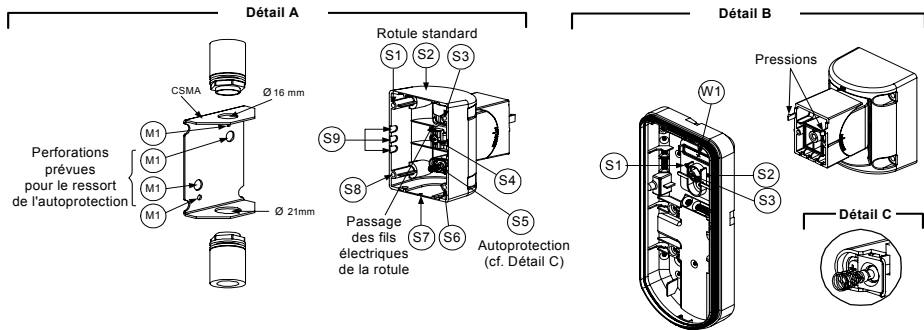

Figure 7
3. Percez les entrées pré-percées du socle externe (Figure 7, Détail B)
4. Retirez de la rotule la pastille requise pour son branchement électrique S2, S7 ou S9 (Figure 7, Détail A).
5. Retirez l'autoprotection arrière du socle interne (cf. § "Changement de position de l'Autoprotection arrière") et reliez-la au point S5 (Figure 7, Détail A) de la rotule standard.
- a. Introduisez les fils électriques externes à travers les pastilles pré-percées S2, S7 ou S9 et faites-les ressortir (y compris les fils de l'autoprotection) par le passage de la rotule prévu à cet effet (Figure 7, Détail B).
(à l'aide de l'adaptateur rotule métallique pour conduit - CSMA) (Figure 7, Détail A)
- Insérez les câbles externes et les fils électriques de l'autoprotection en partant du conduit et en passant par le passage de la rotule prévu à cet effet (Figure 7, Détail A).
Le ressort de l'autoprotection S5 (figure 7) doit toucher le mur à travers les entrées prévues à cet effet M2 ou M3 dans le CSMA. Assurez-vous d'entendre un "clac" venant de l'autoprotection lorsque vous l'accrochez au mur.
- Insérez les fils électriques de l'autoprotection ainsi que les câbles externes en partant de la rotule standard et en passant par la pastille pré-perçées W1 du socle externe (Figure 7, Détail B).
9. Fixez le socle externe à la rotule à l'aide de deux vis passant par les pastilles pré-percées S1 et S2 (Figure 7).
10. Introduisez la vis de fixation d'angle fournie en partant du socle externe et en passant par la pastille pré-percées S3 de la vis de fixation d'angle, située sur le socle externe, pour atteindre la rotule standard (Figure 7).